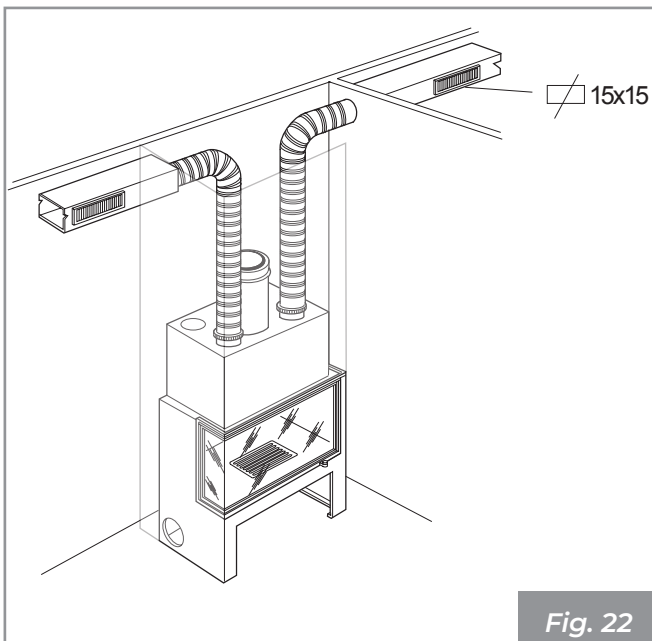

Fig. 22
- Tubo flexible en aluminio - longitud hasta 6 m en único conducto (Fig. 22);
- Tubo liso metálico - longitud hasta 10 m en único conducto (Fig. 22);